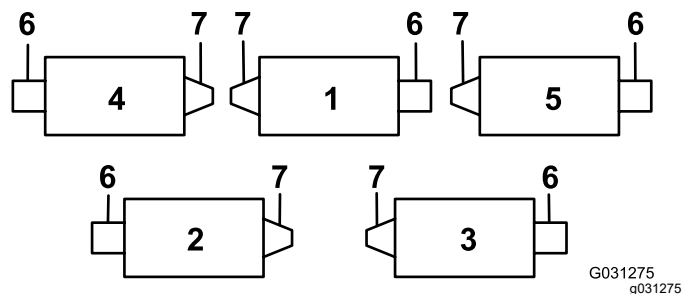
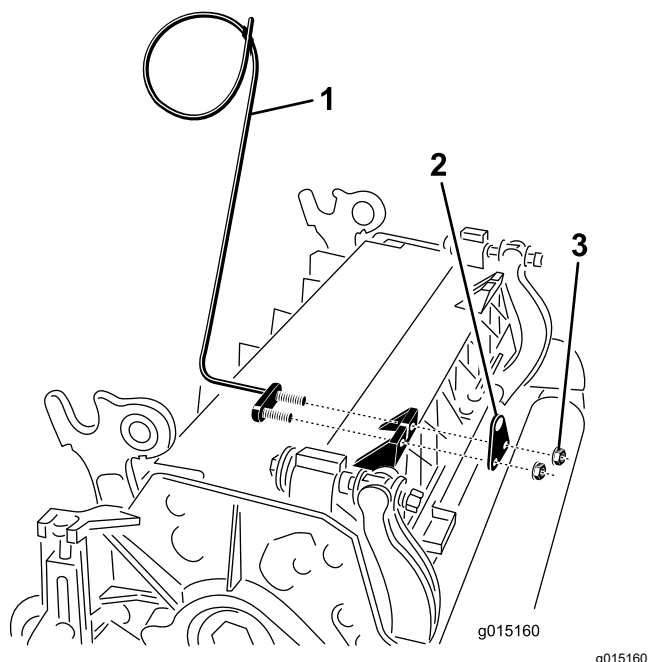
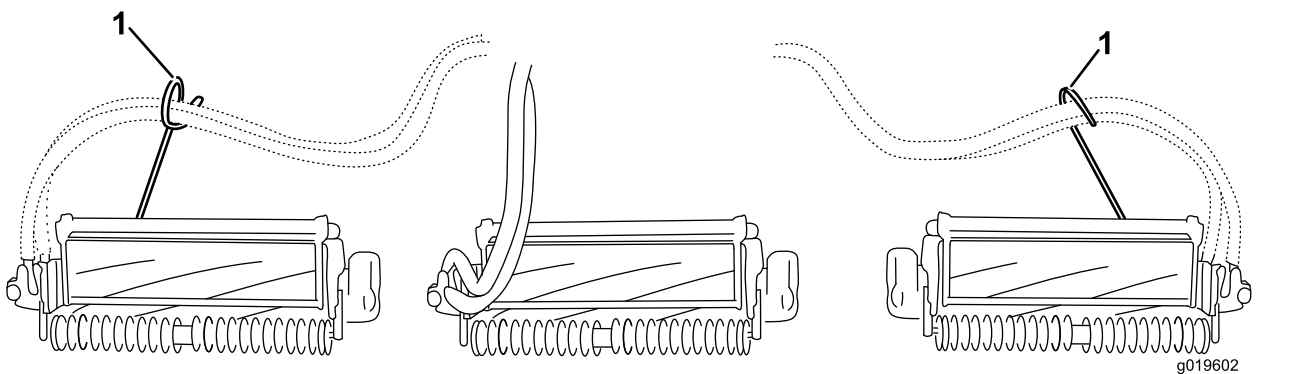

Рисунок 6
Рисунок 7
Рисунок 8
7. На режущем блоке № 4 (левом переднем) и № 5 (правом переднем) прикрепите направляющие шлангов к передней части выступов режущих блоков с помощью крепежных гаек кронштейна штока. Направляющие шлангов должны быть наклонены в сторону центрального режущего блока (Рисунок 6, Рисунок 7, Рисунок 8).